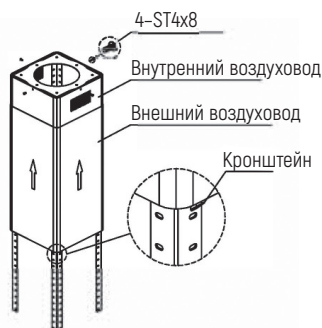

Рис. 3
3. Закрепите внутреннюю трубу на подвесных опорах, прикрепите к ней внешнюю трубу в соответствующем положении, вставьте кронштейн, чтобы временно закрепить внешнюю трубу. См. рис. 3.